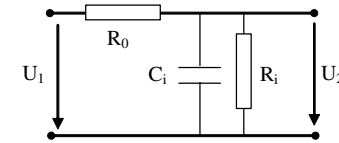

Figura 6: Filtrul trece jos echivalent
**Exercițiu:** Să se arate că definiția frecvenței de tăiere din observația de mai sus nu este valabilă pentru filtrul trece jos echivalent (figura 6) obținut la măsurarea impedanței de intrare în osciloscop.
Pentru măsurarea capacității de intrare în osciloscop se introduce în serie pe intrarea osciloscopului o rezistență adițională  $R_o$  (așa cum s-a făcut și în cazul măsurării rezistenței de intrare). Se formează astfel un filtru trece jos echivalent (figura 6), care are caracteristica de transfer dată de relația (după efectuarea calculelor):
a) Se inserează rezistența  $R_0$  (de valoare mare, peste 500K $\Omega$ ) între crocodilii roșii ai celor 2 aparate, obținînd schema echivalentă din figura 6.